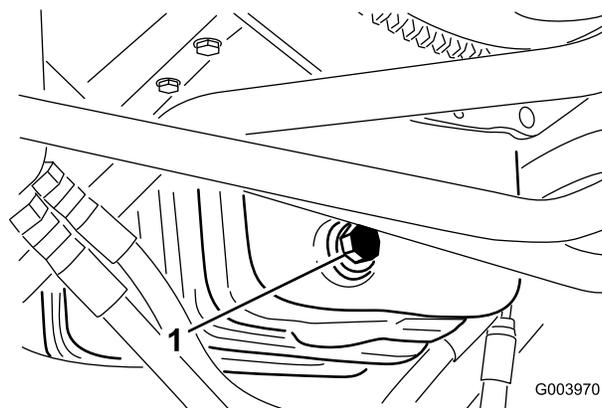

図 52
1. ドレンプラグ(図 52)を外してオイルを容器に受ける。